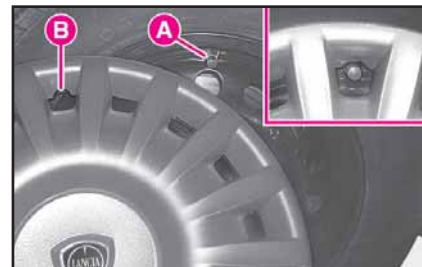

fig. 21
22) en las versiones con llantas de aleación monte el embellecedor presionándolo ligeramente. En las versiones con llantas de acero acerque el embellecedor a la rueda, de modo que la válvula de inflado **A** (**fig. 21**) corresponda con la ranura **B**. Presione sobre la circunferencia del embellecedor, iniciando cerca de la válvula de inflado y procediendo de esta forma hasta que el embellecedor quede bien fijado;